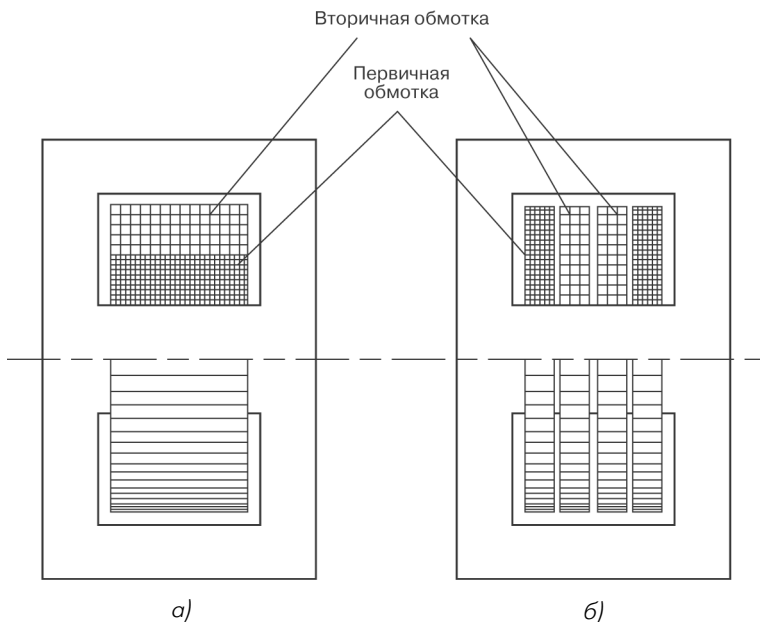

Рис. 7.12. Обмотка трансформаторов: цилиндрическая (а), галетная (б)
Обмотки трансформаторов разделяют на цилиндрические и галетные. *Цилиндрическая обмотка* (рис. 7.12а) проще в изготовлении. При намотке на каркас провод может укладываться слоями (*виток к витку*) или беспорядочно (*внавал*). Первый способ применяется, когда необходима высокая электрическая прочность обмотки, например, в трансформаторах питания.
*Галетная обмотка* (рис. 7.12б) сложнее в изготовлении, но отличается более высокой электрической прочностью, меньшей собственной емкостью и индуктивностью рассеяния. Кроме того, при необходимости ее можно отремонтировать, заменив галеты. Для намотки галет используют специальные оправки, состоящие из гильзы и двух щечек с радиальными прорезями (они чем-то напоминают каркас для намотки